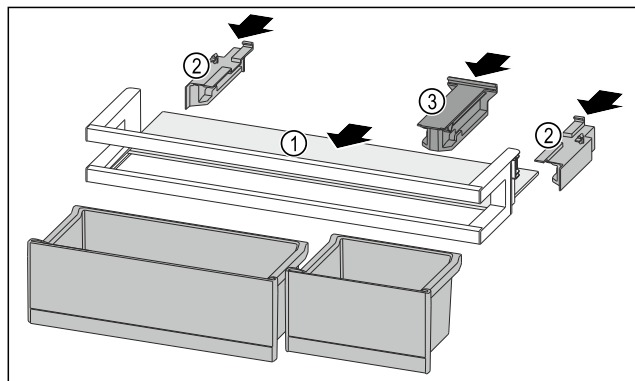

Fig. 84
- Insérer la tablette de rangement Fig. 84 (1) dans les évidements latéraux.
- Installer les parties latérales Fig. 84 (2).
- Installer la pièce de retenue Fig. 84 (3).